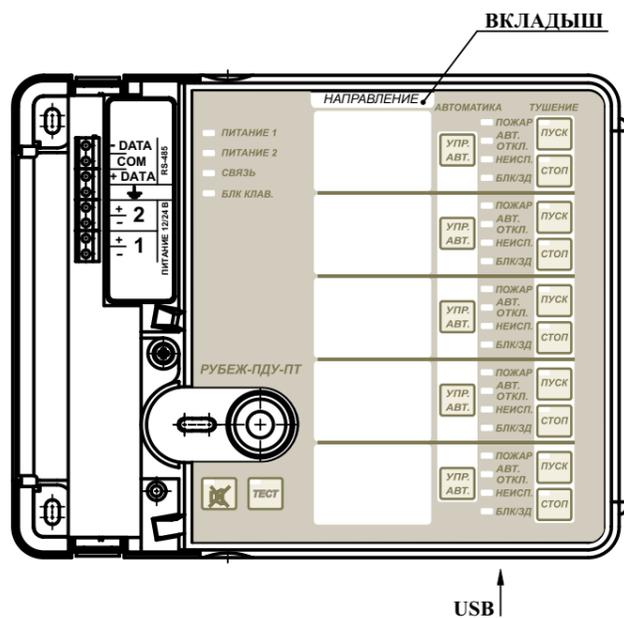

Рисунок 1 – Внешний вид прибора
- 3.2.8 Извлечь вкладыш (см. рисунок 1) и в столбце «Направление» вписать наименование зон контроля.